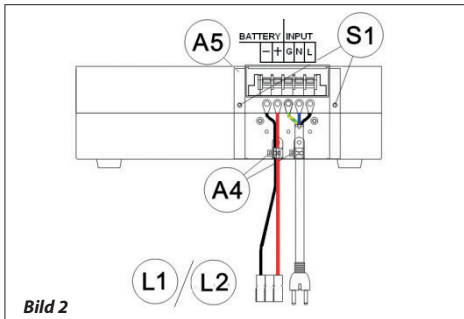

Bild 2
4. Schließen Sie das Batteriekabel **L1** für DAKER DK oder **L2** für Keor S an die Buchse der Batteriebox an (**Abbildung 2**).